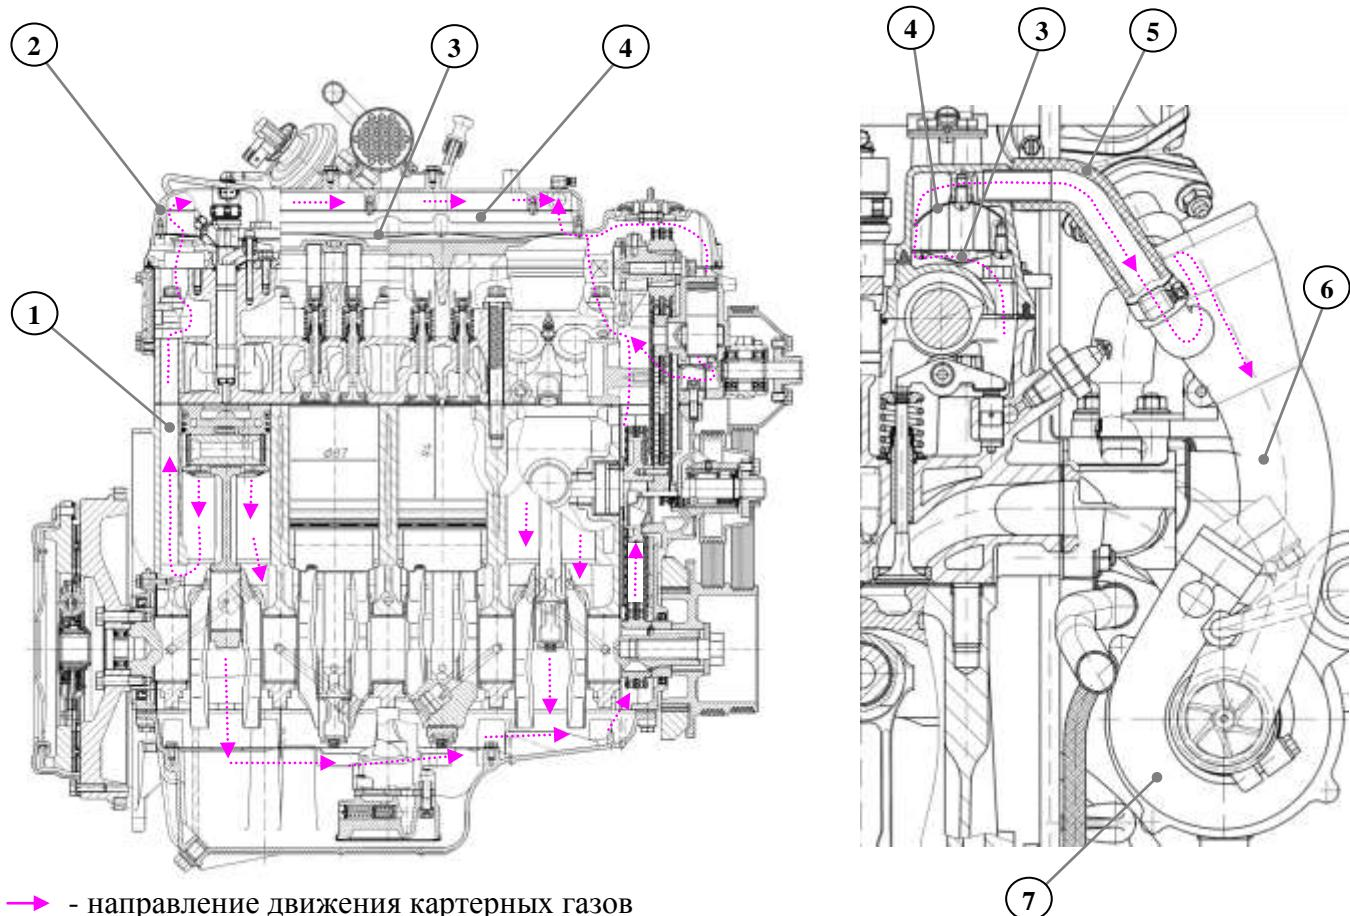

Рис. 37. Система вентиляции картера:
**Система вентиляции картера** (рис. 37) – закрытого типа, действующая за счёт разрежения во впускной системе. Маслоотражатель 4, закреплённый на крышке клапанов 2, делит пространство в крышке клапанов, закрытое крышкой маслоотделителя 3 на две зоны: нижнюю, содержащую смесь масляного тумана и картерных газов, и верхнюю, где преобладают осущененные картерные газы.